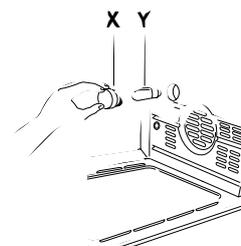

fig. 15
- Dévissez le couvercle en verre (X), en le tournant dans le sens inverse des aiguilles d'une montre et remplacer l'ampoule (Y) par une neuve du même type (voir fig 15). Remontez le couvercle en verre.(X)